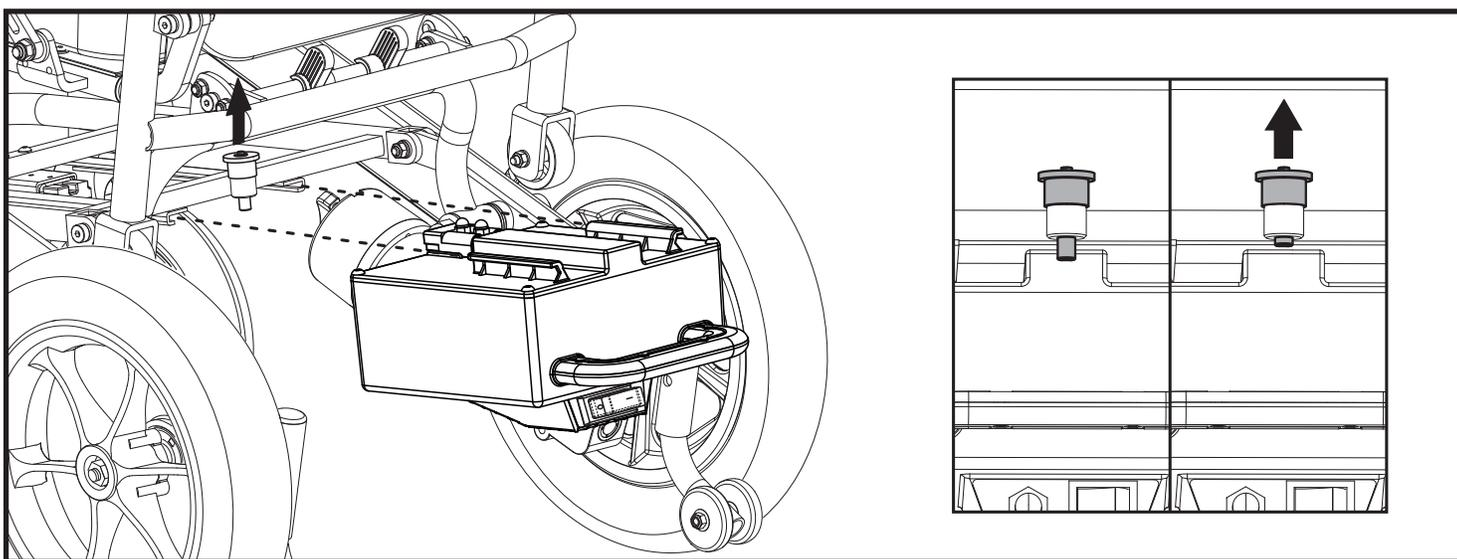

Figura 4. Installazione/Rimozione del Pacco Batteria
2. Installare il pacco batteria nell'apposito alloggiamento facendolo scorrere orizzontalmente nella parte posteriore del telaio sotto il sedile finché il perno di fissaggio non scatta in posizione. **Vedere figura 4.**
5. Afferrare la maniglia del pacco batteria e sollevare il perno di blocco per sganciare il pacco batteria dalla base elettronica, quindi far scivolare il pacco batteria fuori dalla base elettronica. **Vedere figura 4.**